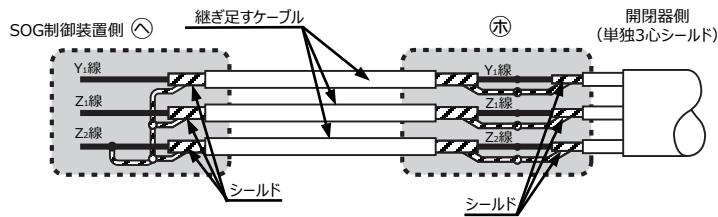

図9 ケーブルの継ぎ足し
② 圧縮端子が接続できるスタッド方式で、孔数および寸法は図9のとおりです。六角ボルト・ナット・バネ座金・座金および端子カバーを付属しています。
③ なお、圧縮端子6個はお客様でご用意ください。
④ 端子カバーは水抜き孔が下方となるように装着してください。
- ⑤ 開閉器側制御ケーブルの端末は、シールド線をZ2端子にはんだ付けしていますので、継ぎ足す場合にはZ2端子からY1、Z1、Z2の各々のシールド線を外し、端子記号を合わせて接続してください。また開閉器側のY1、Z1、Z2のシールド線と継ぎ足すケーブル側のシールドを各々接続してください。(図9)
- ⑥ 継ぎ足した側のケーブル端末は、SOG制御装置側でY1、Z1、Z2のシールド線とZ2端子を接続してください。(図9)